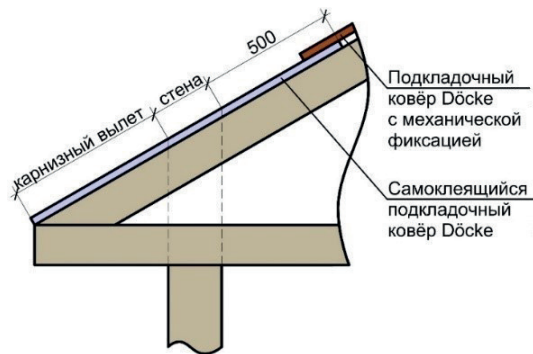
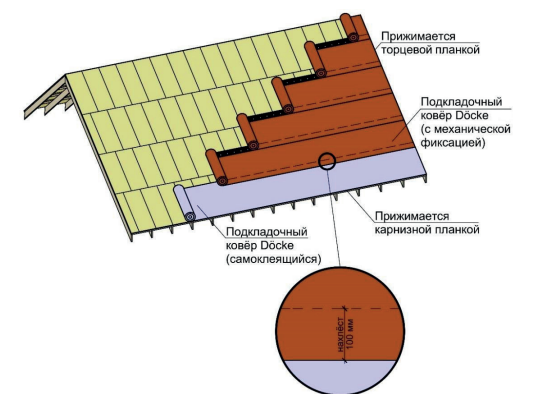

Рис. 8. Схема укладки самоклеющихся подкладочных ковров на карнизный свес.
Рис. 10. Схема расположения подкладочного ковра Döcke (последовательность укладки полотен в соответствии с пунктом 4.1.6.).
4.1.3 В ендову и вдоль карнизного свеса рекомендуется укладывать самоклеющийся подкладочный ковер Döcke. Величина карнизного свеса равна величине карнизного вылета плюс часть ската над стеной плюс 500 мм (рис. 8). Оставшуюся поверхность скатов допускается покрывать подкладочными коврами Döcke с механической фиксацией (рис. 10, рис 12). Также допускается монтаж само-
4.1.8 Крепёж подкладочного ковра осуществляется гвоздями (тип 1, таблица №1). Схема крепления полотна подкладочных ковров Döcke показана на рис. 10. Самоклеющиеся ковры Döcke вдоль карниза снизу прижимаются карнизными планками (п. 5 – «Установка карнизных и торцевых металлических планок»).